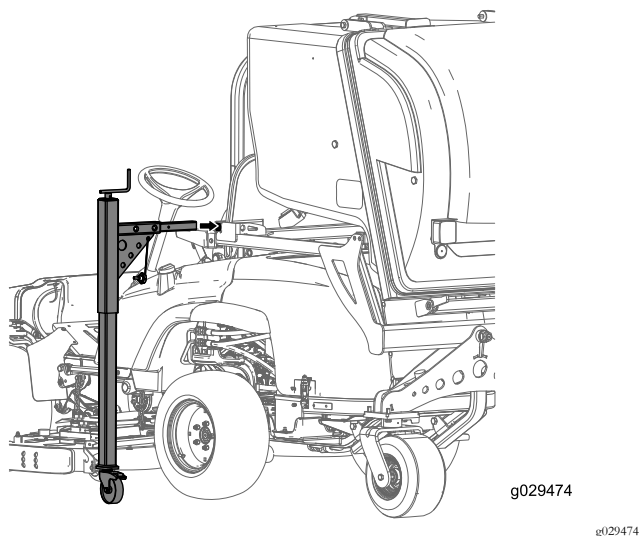

Figura 14
2. Deslize a barra no apoio de estacionamento para o furo na estrutura e prenda-a com um parafuso (Figura 14).